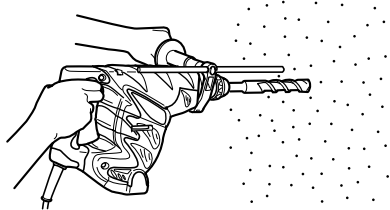

Fig. 5
- (1) Monter le foret de perçage.
- (2) Tirer l'interrupteur de déclenchement après avoir appliqué la pointe du foret sur la position de perçage désirée. (Fig. 5)
- (3) Il n'est pas du tout nécessaire d'appliquer une forte pression sur le marteau rotatif. Il suffit d'appliquer une légère pression de manière à ce que la poussière et les éclats soient déchargés progressivement.
- **Quand le foret de perçage touche une poutre en fer, la mèche s'arrête immédiatement et la perceuse réagit en tournant. Par conséquent, tenir fermement la poignée principale et la poignée latérale, comme indiqué à la Fig. 5.**